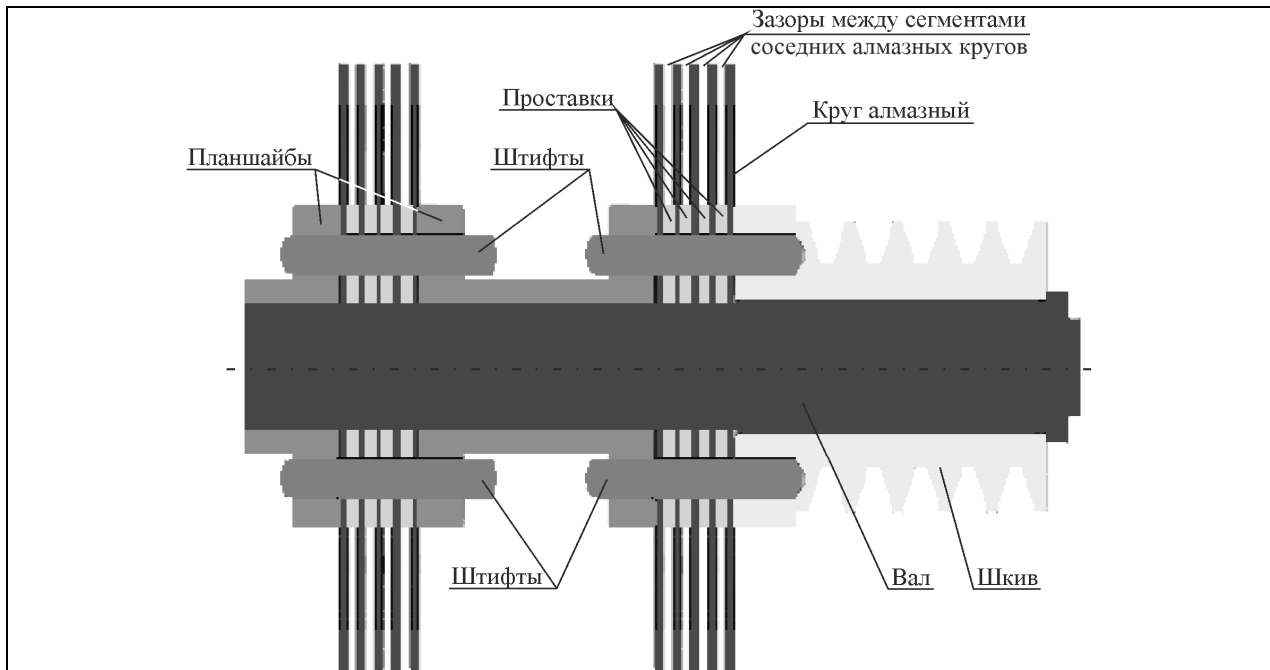

Рис.1
- все смежные детали шпинделя (от шкива и до наружной прижимной планшайбы включительно) и алмазные круги должны иметь штифтовые соединения между собой (см. Рис.1 ниже и раздел 5);
- между соседними в наборе алмазными кругами устанавливать одну или несколько проставок, обеспечивающих гарантированный зазор между алмазными сегментами соседних кругов (см. Рис.1 ниже);